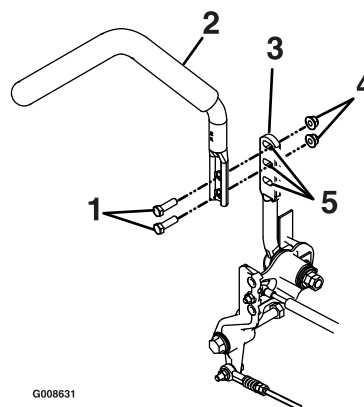

Figure 73
1. Retirez les deux boulons qui fixent le levier de commande à l'arbre du bras de commande (Figure 73).
2. Desserrez le boulon inférieur jusqu'à ce qu'il soit possible de faire pivoter le levier de commande en avant ou en arrière Figure 73. Resserrez les deux boulons pour fixer la commande à sa nouvelle position.